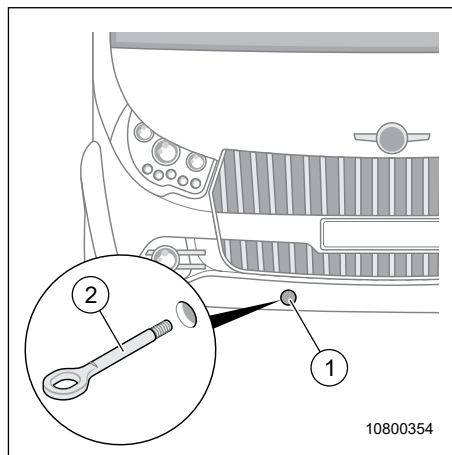

Fig. 181 Anneau de remorquage
1. Enlever la protection (Fig. 181, pos. 1).
2. Visser entièrement l'anneau de remorquage (Fig. 181, pos. 2).